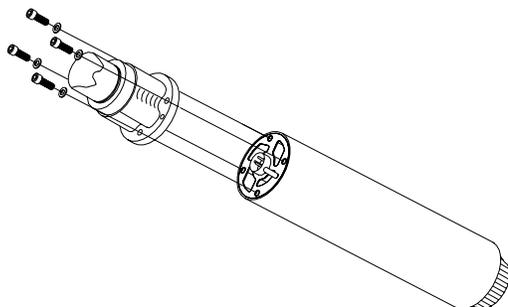

Figura 4.2 Retiro de la UMP
- 2: Retire la UMP antigua, retirando los cuatro pernos de la cabeza de descarga como se muestra en la figura 4.2.